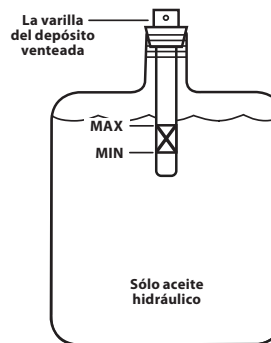

Figura 11
9. Vuelva a llenar el tanque según el rango marcado en la varilla. Vea la Figura 11.